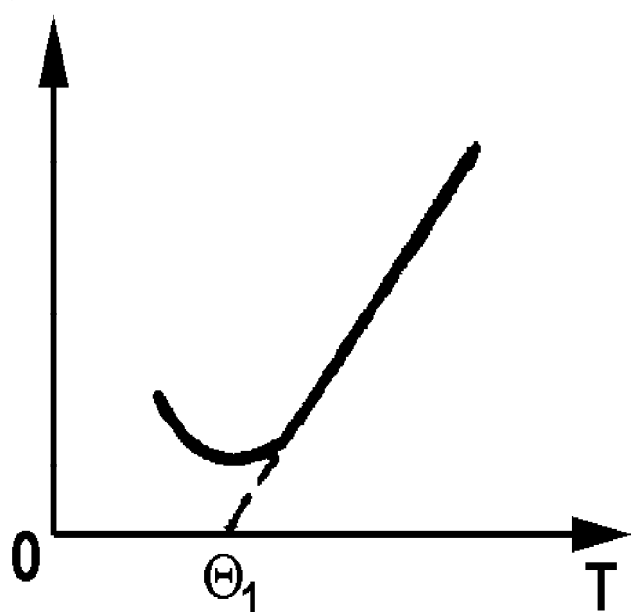

Рис. 4.
7. Для каждого из значений температуры выше Θ_K вычислите по формуле (3) и занесите в табл.1 $1/\epsilon$. Постройте график $1/\epsilon = 1/\epsilon(T)$, выделите на нем линейный участок (рис. 4).
8. Методом парных точек вычислите коэффициент $1/A$ зависимости (2) (см.[2, с. 35-36]) и погрешность его измерения. Для этих вычислений рекомендуется пользоваться табл. 2.